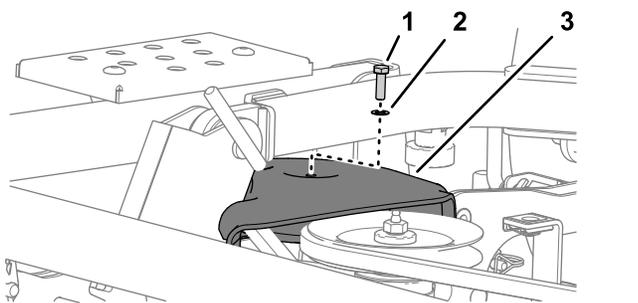

Figure 117
2. Retirez le boulon et la rondelle qui fixent le couvercle de poulie au plateau de coupe (Figure 117).
1. Placez le couvercle de poulie sur la poulie à l'extrême droite ; voir Figure 117 sous Dépose du couvercle de poulie \(page 82\).